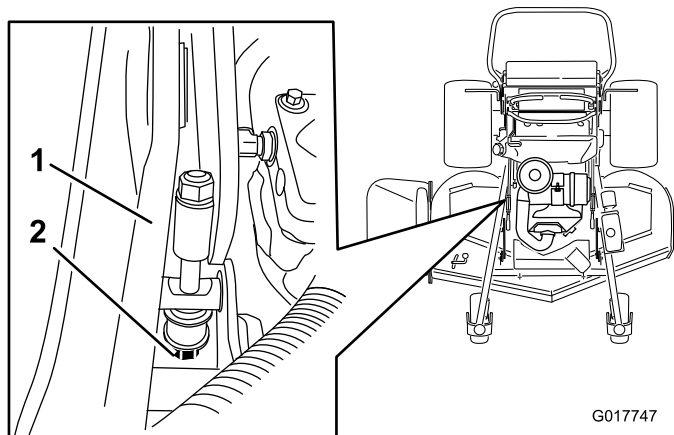

**Figure 97**
4. Mesurez au point A et entre la surface plane et le bord coupant des pointes des lames (Figure 97).